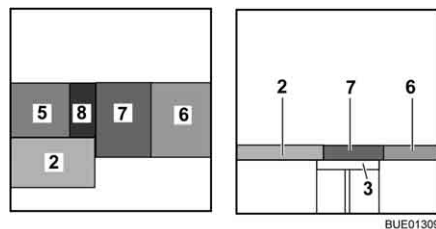

Bild 142 Efter ombyggnaden
- Lägg sittdynan (Bild 142,7) i mitten.
- Lägg ryggdynan (Bild 142,6) mellan sittdynan och väggen.